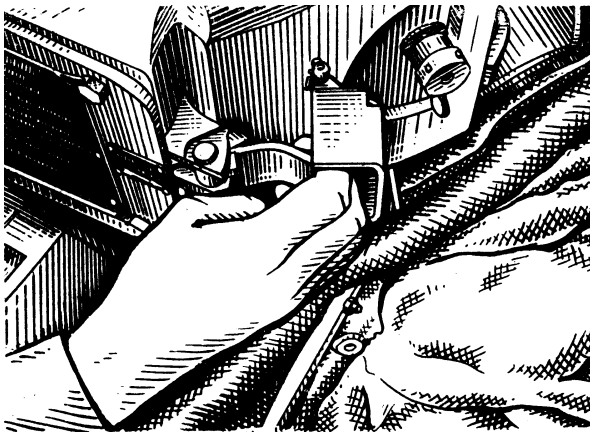

Рис. 38. Натискання важеля ручного спуска гармати 2А42.
- перевіряє роботу запобіжника8 та ручного спуска гармати при встановленні на шептало затворній рамі, для цього, не знімаючи шептало з запобіжника, натискає на важіль ручного спуска (рис. 38), розташований з правої сторони кришки-вантаж, при цьому рухливі частини повинні залишитися нерухомими;